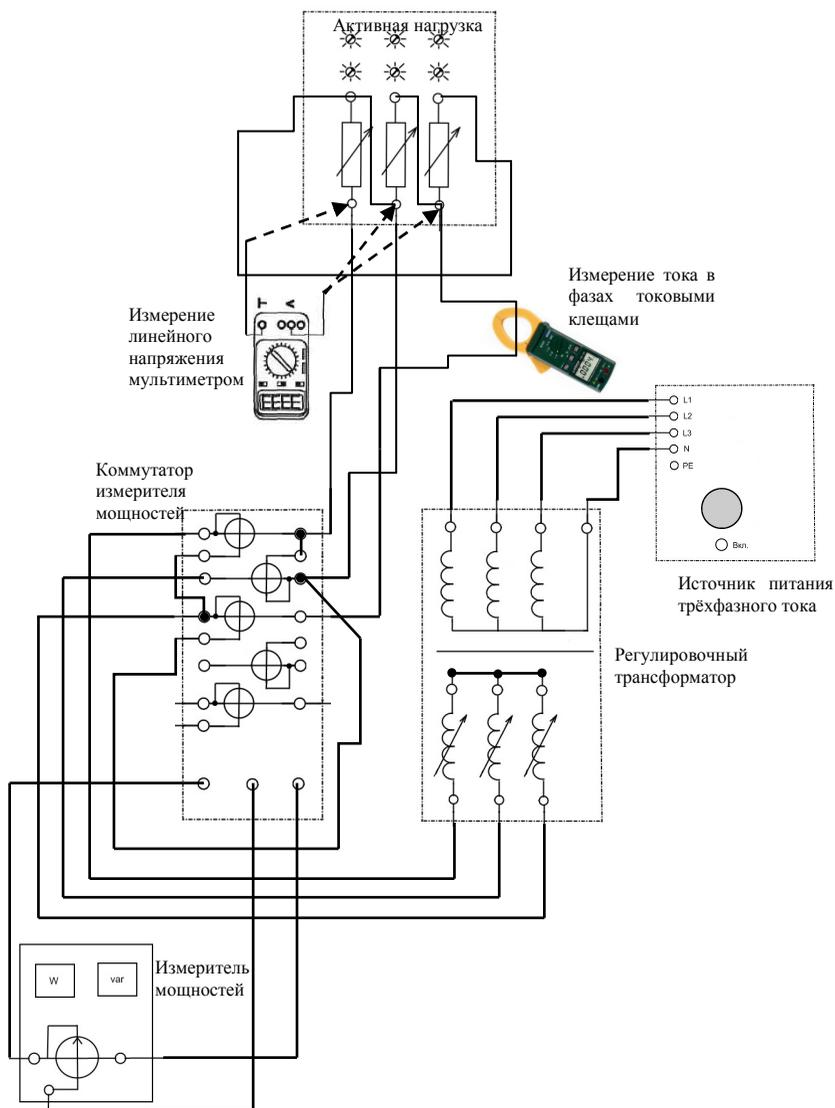

Рис. 5.1. Электрическая схема соединений активной нагрузки по схеме «треугольник»
2. Соберите электрическую схему соединений согласно рис. 5.1.
5. С помощью мультиметра проведите измерения напряжений согласно рис. 5.1 и занесите данные в табл. 5.1.